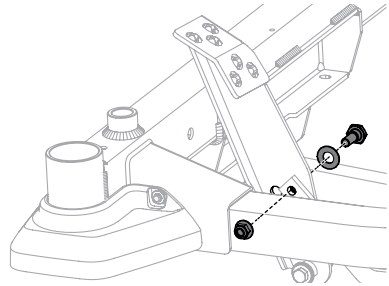

Figura 28
2. Extraiga el perno hexagonal, la arandela y la tuerca hexagonal cerca del centro del montaje del pedal. Consulte la Figura 28.
4. Reinstale los elementos de herrajes extraídos anteriormente y ajuste la tuerca a 28-35 pies-libras (38-47 N-m). Consulte la Figura 28.